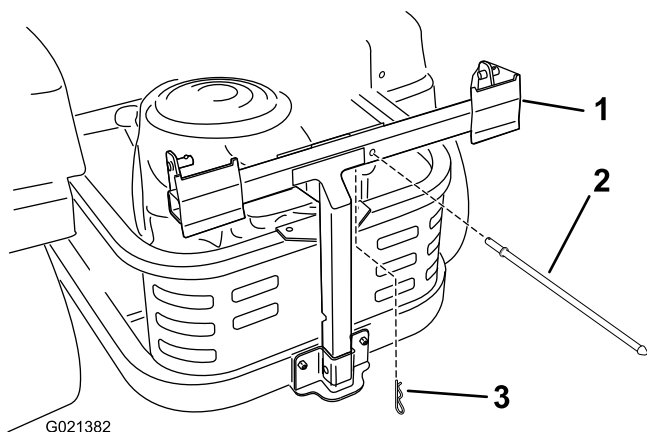

Figure 10
- Montez la tige de couvercle sur le cadre du collecteur à l'aide d'une goupille fendue. Montez la goupille fendue par le bas (Figure 10).